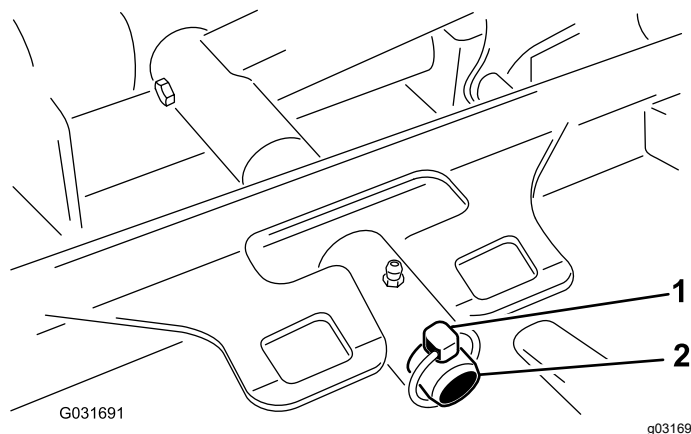

Рисунок 102
3. Извлеките шплинт, который крепит несущую раму деки к оси поворота подъемного рычага (Рисунок 102).
3. Наденьте несущую раму деки на ось поворота подъемного рычага и закрепите ее при помощи шплинта с кольцом (Рисунок 102).